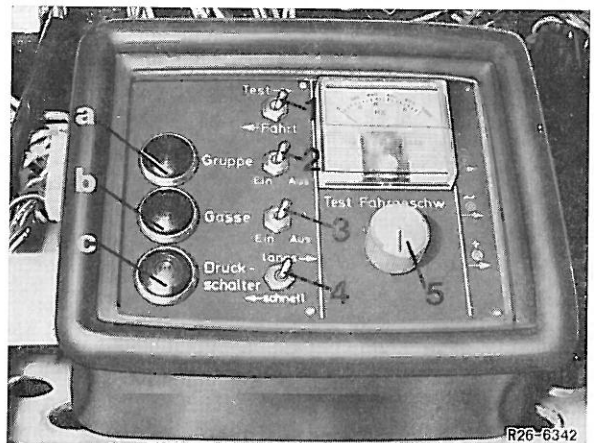

Bild 13
2 Kippschalter „Gruppe“ (2) am Prüfgerät ausschalten. Am Getriebeschalthebel das Gruppenschaltventil auf „langsame Gruppe“ schalten (Kippschalter unten gedrückt) (Bild 13).
3 Am Drehknopf (5) vom Prüfgerät im Uhrzeigersinn drehen bis Kontrolllampe „Gasse“ (b) leuchtet. Der Zeiger im Anzeigeelement muß ca. 250 Hz anzeigen (1. Markierung). Sperrwirkung der Gassensperre zum 1. und 2. Gang am Getriebeschalthebel kontrollieren (Bild 13).
4 Gruppenschaltventil am Schalthebel auf „schnelle Gruppe“ schalten (Kippschalter oben gedrückt). Die Kontrolllampe „Druckschalter“ (c) leuchtet auf und Kontrolllampe „Gasse“ (b) erlischt (Bild 13).
5 Am Drehknopf (5) weiterdrehen bis Kontrolllampe „Gruppe“ (a) leuchtet. Der Zeiger im Anzeigeelement muß ca. 450 Hz anzeigen (2. Markierung). Zur Kontrolle der Gruppensperre am Kippschalter (Getriebeschalthebel) „langsame Gruppe“ vorwählen (Kippschalter unten gedrückt) Kontrolllampe „Gasse“ (b) leuchtet auf. Hierbei darf der Gruppenschaltzylinder am Getriebe nicht in die „langsame Gruppe“ umschalten (Bild 13).
6 Am Drehknopf weiterdrehen bis Kontrolllampe „Gasse“ (b) leuchtet. Der Zeiger im Anzeigeelement muß ca. 835 Hz anzeigen (3. Markierung). Sperrwirkung der Gasse zum 5. und 6. Gang am Getriebeschalthebel kontrollieren (Bild 13).